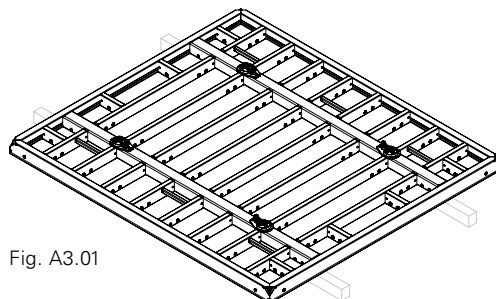

Fig. A3.01
1. Posizionare piastra orient. con dado. (Fig. A3.01)